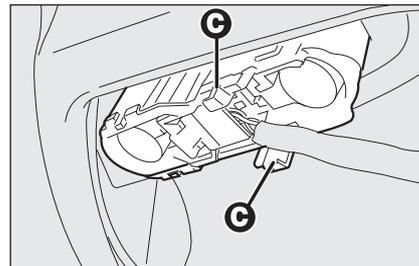

fig. 34
- abbassare lo sportello ed estrarre il gruppo portalampade agendo sulle linguette di ritegno **C-fig. 34**;
- reinserire il gruppo portalampade fissandolo correttamente in posizione mediante le linguette di ritegno **C-fig. 34**;